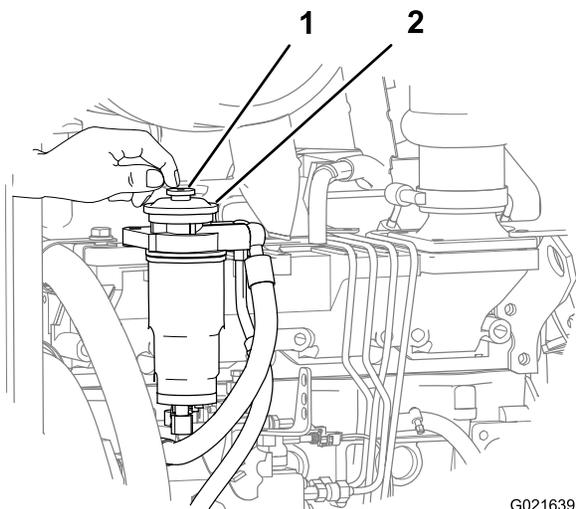

Figura 56
4. Localize o botão de escorva na parte superior do adaptador do filtro de combustível secundário (Figura 56).
5. Pressione e libere o botão de escorva repetidamente até sentir resistência (Figura 56).